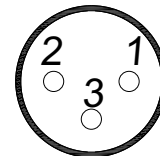

Fig2. Collegamento Ingresso / Uscita XLR Bal
Sul pannello posteriore dell'apparecchio sono disponibili le prese XLR femmina d'ingresso (22) per segnali a livello mic/line. In Fig2. sono riportate le connessioni a queste prese. Questi ingressi sono bilanciati elettronicamente.
Sul pannello posteriore dell'apparecchio è disponibile la presa XLR maschio d'uscita (31) per il segnale preamplificato non processato dal DSP. In Fig2. sono riportate le connessioni a questa presa.
Sul pannello posteriore dell'apparecchio sono disponibili le 2 prese XLR maschio d'uscita (24-25) per il segnale preamplificato processato dal DSP. In Fig2. sono riportate le connessioni a queste prese. Queste uscite sono bilanciate elettronicamente.